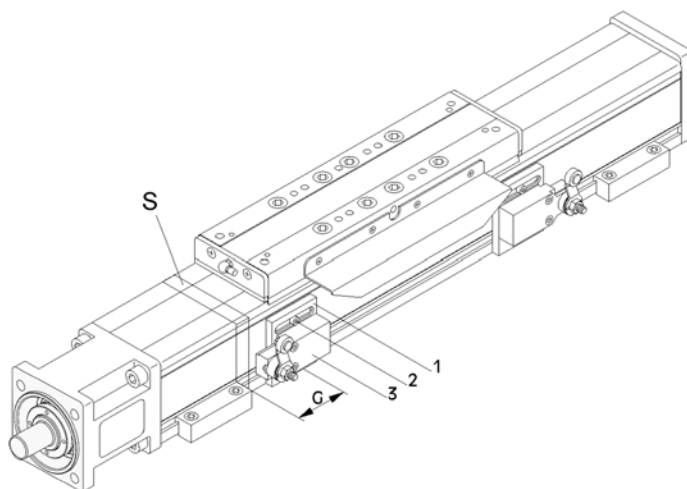

Figure 7: Réglage des fins de course
1. **Figure 7:** Desserrer la vis de serrage (2) de la plaque de fixation (1).
2. Déplacer la plaque de fixation avec le fin de course (3) dans la position désirée.